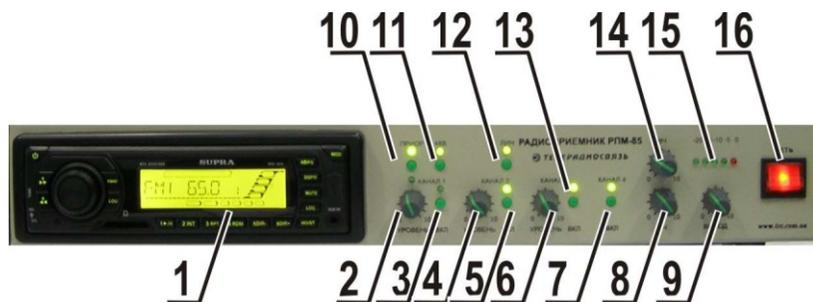
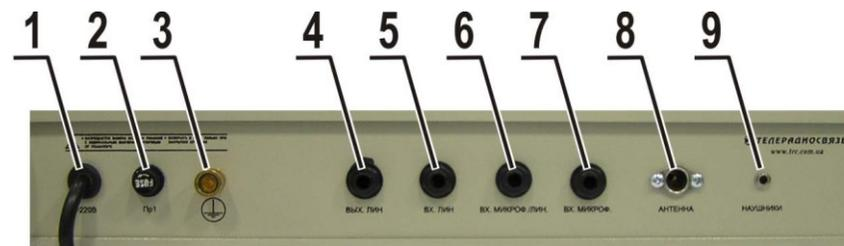

Рис.1. Панель передняя
Рис.2. Панель задняя
Радиоприемник микроширующий РПМ-85 конструктивно выполнен в металлическом 19” корпусе, на передней панели которого расположены сетевой выключатель, регуляторы уровней сигналов, кнопки управления и индикаторы (см. Рис. 1). На задней панели РПМ расположены ввод сетевого питания, предохранитель, клемма заземления, а также разъемы для подключения микрофонов и усилительной аппаратуры. Внутри пульта расположены модуль радиоприемника, сетевой трансформатор и печатная плата блока усиления и обработки сигналов.
3.3.1. Установите регулятор уровня мастер-выхода в среднее положение (рис.1 поз. 9). По очереди активируя каждый используемый вход микшера отрегулировать соответствующий регулятор чувствительности входа таким образом, чтобы индикатор уровня мастер-выхода индцировал нормальный, не перегруженный уровень.
Расположение органов управления на панели модуля радиоприемника может отличаться от приведенного на Рис.1, более точную информацию можно получить, используя инструкцию по эксплуатации, приложенную к данному РЭ.
3.2.5. Регуляторы уровней сигналов (рис.1 поз. 2, 4, 6, 9) на передней панели РПМ установить в крайнее левое (против часовой стрелки) положение, а регуляторы тембра (рис.1 поз. 14, 8) в среднее положение.
3.2.6. Подсоединить микрофоны и/или источники линейного сигнала к соответствующим входам РПМ (рис.2 поз. 5, 6, 7). Кнопка Микрофон/Линейный при подключении микрофона должна быть отжата. На передней панели РПМ нажать кнопку +48В (рис.1 поз. 11) фантомного питания при использовании электретного микрофона или оставить отжатой при использовании динамического микрофона.
3.2.8. Выключателем «Питание» (рис.1 поз. 16) включите питание РПМ. При этом должен загореться световой индикатор в выключателе.